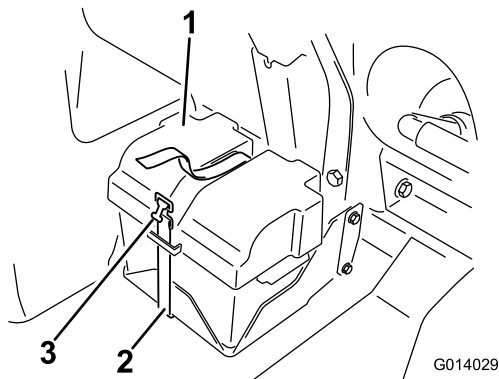

図 47
3. バッテリーカバーを取り付け、先ほど取り外したストラップで固定する（図 47）。